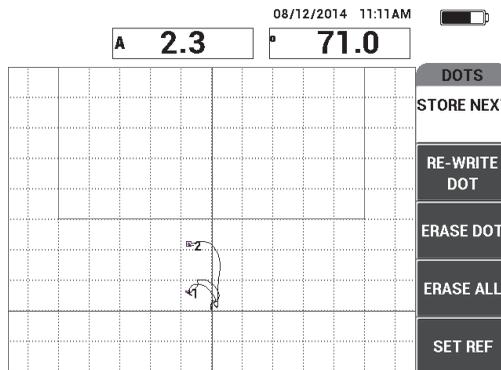

Figura 6-41 Segundo punto registrado
7. Desplace lentamente la sonda sobre la segunda pérdida de adherencia, y seleccione **STORE NEXT** (tecla de función A) para registrar el segundo punto. Ver la Figura 6-41 en la página 166.